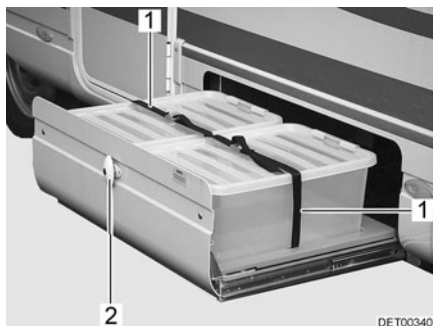

Fig. 41 Dispositivo de extracción para cajas
- Abrir la cerradura de la trampilla (Fig. 41,2) en la forma anteriormente descrita.
- Soltar las correas de sujeción (Fig. 41,1).